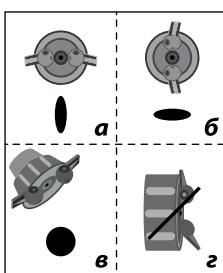

Рис. 3
- а) горизонтально - для формирования вертикального факела при окраске вправо-влево (Рис. 3а);
б) вертикально - для формирования горизонтального факела при окраске вверх-вниз (Рис. 3б);
в) разведите сопла краскораспылителя под углом 180°(ориентация неважна) – для формирования круглого факела при окраске углов, ребер и труднодоступных поверхностей (Рис. 3в).
**ВНИМАНИЕ!** Во избежание повреждения изделия и плохого качества работы всегда устанавливайте оба сопла в одинаковое положение (Рис. 3г).